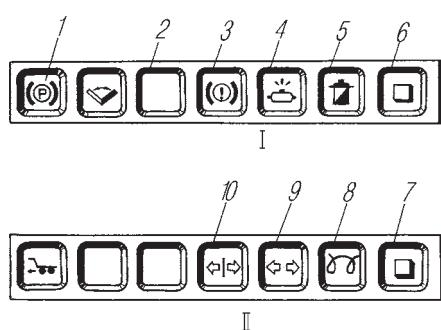

Рис. 13. Блоки контрольных ламп:
14. Перед началом движения давление воздуха в тормозной системе должно быть не ниже 400 кПа (4 кгс/см²). При загорании сигнальной лампы 4 (см.рис. 13) на панели приборов и подаче звукового сигнала (зуммер) устраните неисправность в пневматической части привода.
15. При эксплуатации автомобиля, особенно в тяжелых дорожных условиях (песчаные, грязные дороги и т.д.), следите за состоянием тормозов и своевременно регулируйте зазоры между колодками и барабанами. При неисправности загорается контрольная лампа 3 (см.рис. 13) на панели приборов. В этом случае устраните неисправность в гидравлической части привода тормозов или отрегулируйте зазоры в рабочих тормозах. При недостаточной эффективности стояночного тормоза не регулируйте зазоры между колодками и барабаном стояночного тормоза тягой 4 (см.рис. 84) во избежание выхода из строя деталей стояночного тормоза.
16. Перед началом движения к проверьте исправность сигнализаторов блоков контрольных ламп (см.рис. 13).
Электрофакельное устройство работает при постоянно нажатой кнопке 17. Загорание сигнализатора 8 (рис.13) указывает на готовность ЭФУ к пуску двигателя. При нажатии на кнопки 6, 7 загораются все исправные сигнализаторы левого или правого блоков. Сигнализатор 9 загорается прерывистым зеленым светом при включении указателей правого или левого поворотов автомобиля, сигнализатор 10 загорается при включении указателей правого или левого поворотов прицепа. Эти сигнализаторы также служат для контроля за исправностью ламп указателей поворота.
При увеличении сопротивления масляного фильтра (засорение фильтрующих элементов, повышенная вязкость масла при низкой температуре) сигнализатор 5 (см.рис.13) загорается красным светом. Свечение его допустимо только при пуске и прогреве двигателя. Сигнализатор 2 загорается красным светом при аварийном повышении температуры охлаждающей жидкости выше 98 °С. Допускается кратковременная (не более двух часов) работа двигателя при температуре до 105 °С.